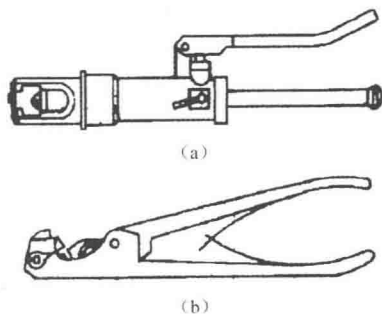

图 1-14 压接钳
(1) 手提式油压钳 截面 16mm^2 及以上的铝绞线，可采用手提式油压钳压接，其外形如图 1-14 (a) 所示。
(2) 手动导线压接钳（冷压接钳） 截面为 $10\text{mm}^2 \sim 35\text{mm}^2$ 的单芯铜、铝导线接头或封端的压接常采用手动导线压接钳（冷压接钳），其外形如图 1-14 (b) 所示。